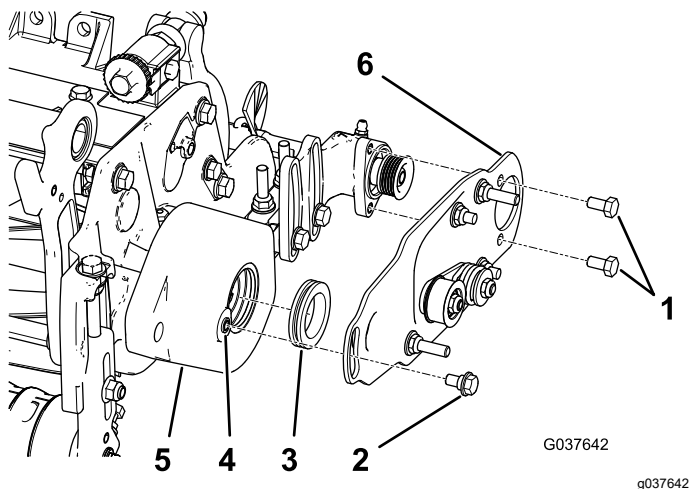

图 11
2. 在滚筒刷架中的套环内径上涂抹一层润滑脂 图 11。
3. 安装左侧或右侧滚筒刷侧板 图 11。
4. 为 2 个螺栓 5/16 x 1/2 英寸涂抹防松螺纹油并用这两个螺栓将滚筒刷侧板安装到滚筒刷轴承座上 图 11。
5. 用 5/16-18 水龙头清除滚筒刷架中螺纹上的油漆然后再拧入轴肩螺栓 图 11。
6. 在轴肩螺栓上涂抹防松螺纹油 图 11。
7. 用轴肩螺栓将滚筒刷侧板固定至滚筒刷架上 图 11。